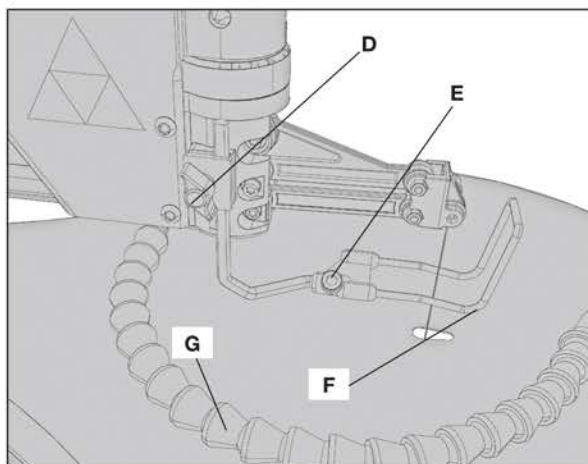

FIG. 7
El sujetador de material (F) Fig. 7 debe hacer contacto con la pieza de trabajo. Para ajustar el sujetador de material, afloje la mariposa (D) Fig. 7 y mueva la varilla hacia arriba o hacia abajo.
El sujetador de material debe inclinarse cuando la mesa esté inclinada. Para inclinar el sujetador afloje el tornillo hexagonal (E) Fig. 7 e incline el primero hasta que quede paralelo a la mesa. Apriete el sujetador antes de cortar.
Su sierra caladora cuenta con una manguera de aire ajustable (G) Fig. 7 que le permite conservar su área de trabajo libre de polvo y desechos. Asegúrese de colocar la manguera correctamente: debe alejar al polvo del operador.